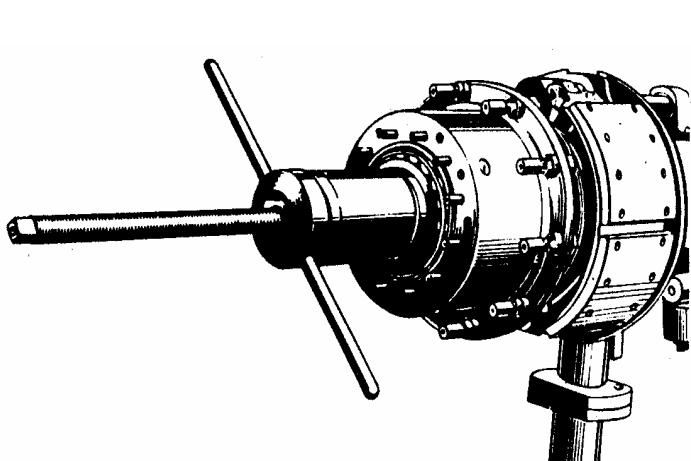

Рис.5. Набивание внутреннего кольца наружного подшипника
11. Установить ступицу в сборе и с помощью приспособление для монтажа ступицы T17-2246 напрессовать внутреннее кольцо внутреннего подшипника 24. После удаление приспособление надеть распорную втулку, разчитанные регулировочные прокладки 56...59 и внутреннее кольцо наружного подшипника, который также напрессовать (рис. 5). В скрепленном состоянии проверить плавность проворачивания ступицы.